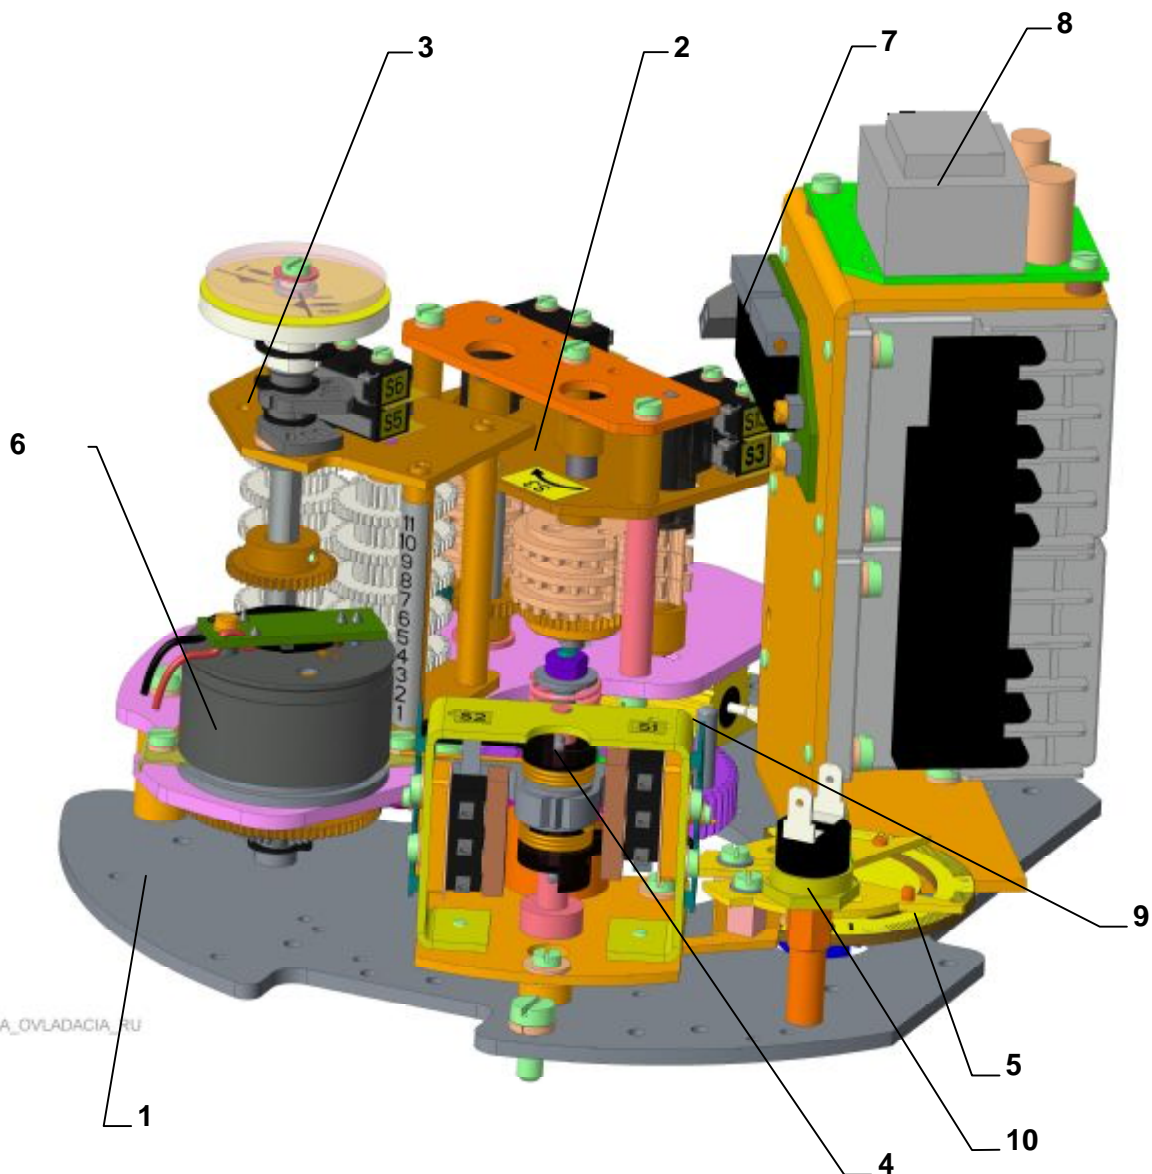

Рис. 3 – МО 3-Ex – МО 3.5-Ex
Модуль помещен в верхней части ЭП и создает самостоятельное функциональное целое. Верхнюю часть образует кожух шкафа управления с отверстием показателя положения. Нижняя часть коробки управления заключает шкаф силовой передачи и создает несущую часть передачи для управляющей плиты (1) (рис.3 - 3с), которая содержит :
- блок положения (2) (рис.3,3а,3с)
- блок сигнализации с передаточным звеном и показателем положения (3) (рис.3,3а,3с)
- блок моментного выключения (4) (рис.3 - 3с) с моментным ключом (5) (рис.3,3а,3с)
- блок датчика (6) с электронным датчиком положения (7) и с источником (8) (для спецификации ЭП) (рис.3,3а,3с)
- отопительный элемент (9) с тепловым реле (10) (рис.3,3а,3с)
Рис. 3а –МО 4-Ex
Рис. 3б –МО 4-Ex
Рис. 3с – МО 5-Ex